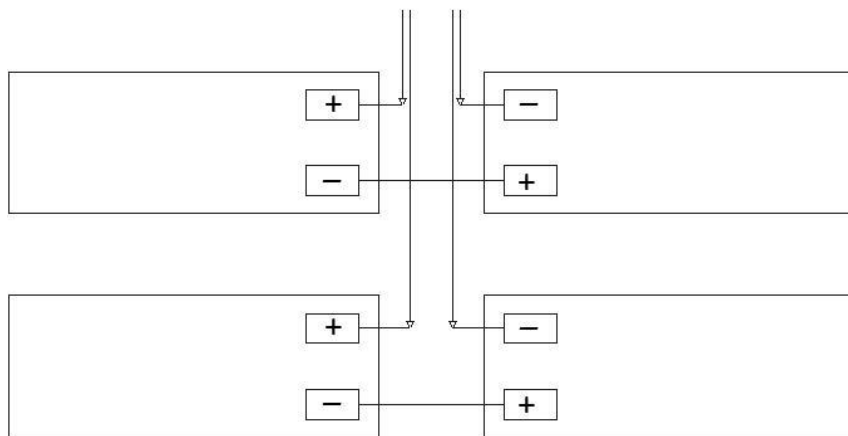

Рисунок 1. Схема подключения АКБ
2.8. При отключении питания от сети переменного тока прибор автоматически переходит на питание от резервных аккумуляторов (**эксплуатация прибора без подключенных аккумуляторов запрещена**). Схема включения АКБ приведена на рис. 1.
9.4. Прибор устанавливается на объекте в таком месте, где он защищен от воздействия атмосферных осадков, механических повреждений и доступа посторонних лиц. Электрические соединения прибора при установке производятся в соответствии со схемой подключения (рис. 1).